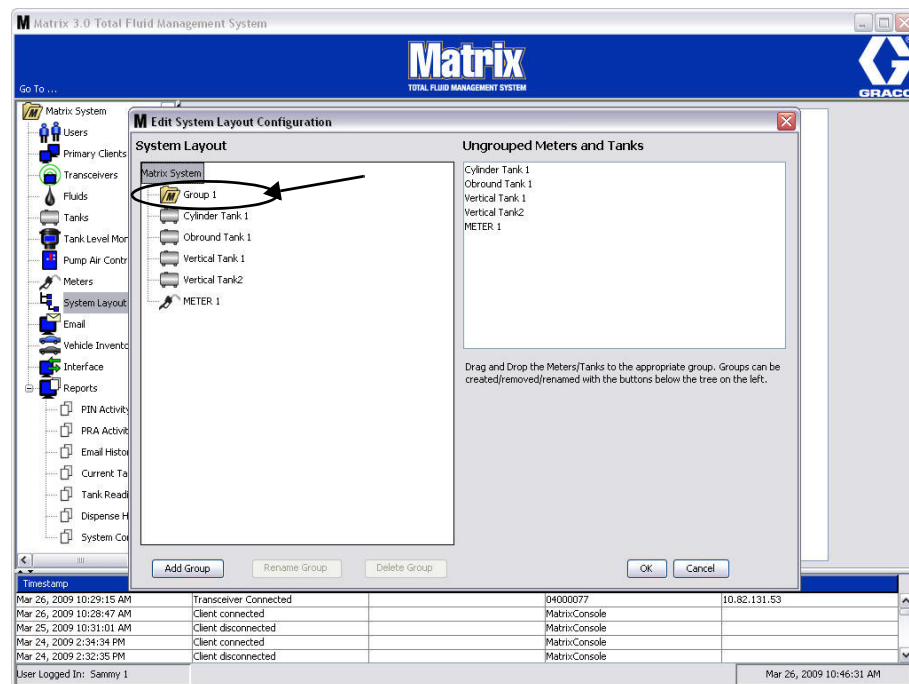

FIG. 127
- Un dossier est ajouté dans la partie système Matrix de l'écran comme illustré dans la FIG. 127.